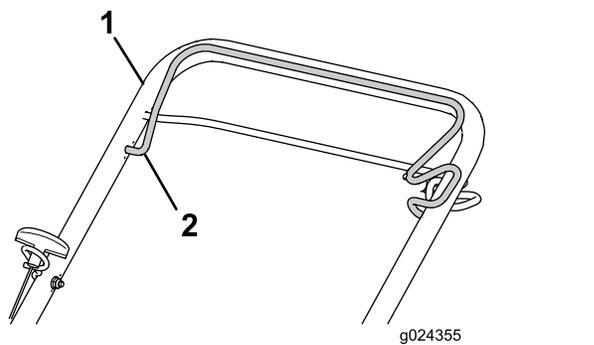

Figura 15
3. Empurre a barra de controlo da lâmina em direção à pega superior e segure-a (**Figura 15**).